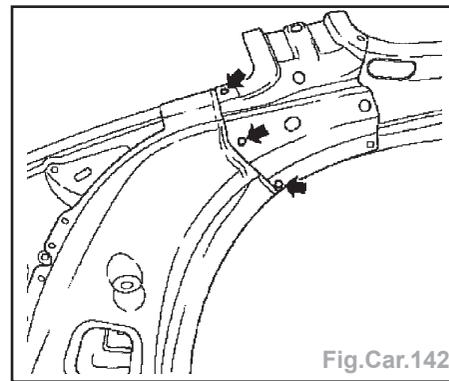

Fig.Car.142
- Enlever par perçage le renfort panneau latéral intérieur de la partie neuve (Fig.Car.142).